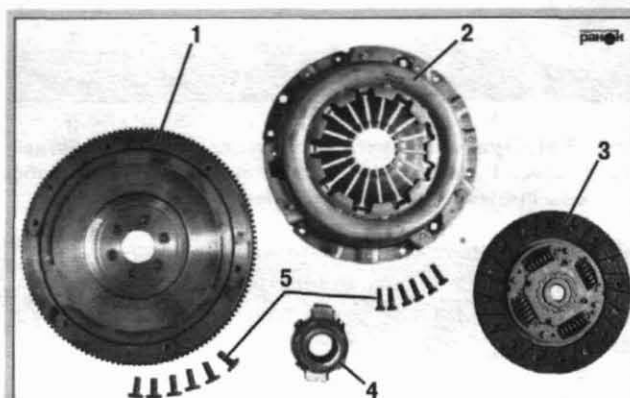

Рис. 4.1. Детали сцепления: 1 – маховик; 2 – корзина сцепления; 3 – ведомый диск сцепления; 4 – выжимной подшипник; 5 – крепежные болты
**Сцепление** — это устройство для разъединения и плавного соединения двигателя с коробкой передач, что необходимо для начала движения автомобиля и переключения передач. Работа сцепления основана на использовании сил трения, возникающих между плоскостями прижатых друг к другу ведущего и ведомого дисков. Детали сцепления представлены на рис. 4.1. Технические характеристики сцепления представлены в таблице 4.1.